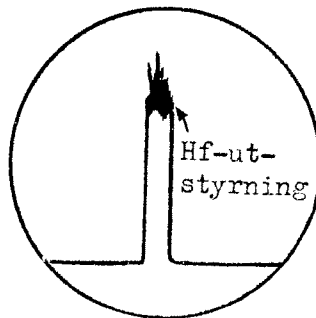

Fig 8.
15. Anslut provsladden till första rörets katod i sändarens slutsteg. En bild enl fig 8 skall erhållas.
19. Anslut provsladden till katoden på första röret i sändarens slutsteg och trimma C 222 och C 226 samt eftertrimma C 219 till max amplitud på pulsen enl fig 8.
23. Trimma med ratt 1 till max amplitud på pulsen enl fig 8. Följ efter med ratt 2, så att avstämningen och kopplingen ligger så nära varandra som möjligt.
25. Trimma med ratt 3 till max amplitud på pulsen enl fig 8. Följ efter med ratt 4.